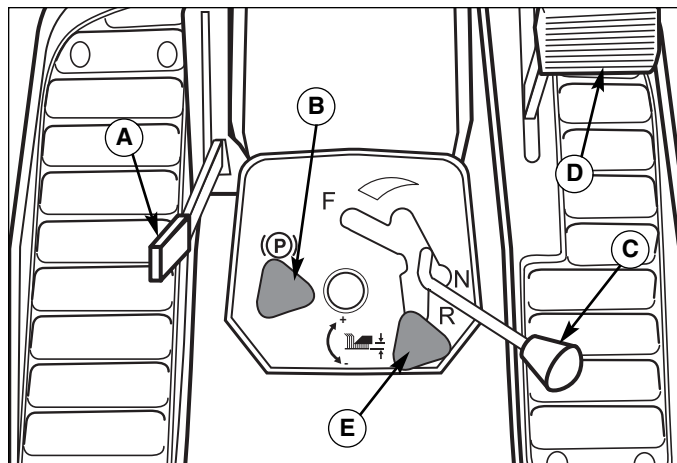

Abb. 4. Bedienelemente
Die Fahrtgeschwindigkeit wird gewählt, indem Sie das Kupplungs-/Bremspedal (D, Abb. 4) lösen und den Steuerhebel (C, Abb. 4) in die entsprechende Geschwindigkeitswahlstellung bringen. Wenn das Gelände uneben, hügelig oder abschüssig ist, den ersten oder zweiten Gang verwenden. Wenn das Gras nass oder mehr als 76 mm (3") hoch ist, die volle Motorgeschwindigkeit (bei niedriger Fahrtgeschwindigkeit) verwenden, damit das Mähwerk die zum Schneiden des Grases erforderliche Leistung hat.
1. Wenn Sie zum Mähen bereit sind, das Mähwerk mit dem Hebel (A, Abb. 4) aus der Transportposition absenken und die Mähhöhe mit dem Dial-A-Cut™-Bedienelement (E, Abb. 4) einstellen.
4. Die Parkbremse lösen, indem Sie das Kupplungs-/Bremspedal drücken und den Knopf (B, Abb. 4) nach unten drücken.
5. Den Fahrtgeschwindigkeits-Steuerhebel (C, Abb. 4) in die gewünschte Richtung und Fahrtgeschwindigkeit stellen, um den Rider in Bewegung zu setzen.
1. Den Fahrtgeschwindigkeits-Steuerhebel (C, Abb. 4) in die NEUTRAL-Position stellen, um allmählich zum Stillstand zu kommen. Zum schnelleren Anhalten wird das Bremspedal gedrückt (D, Abb. 4).
2. Die Parkbremse betätigen, indem das Bremspedal voll gedrückt wird und der Parkbremsenknopf (B, Abb. 4) nach oben gezogen wird.
1. Wenn Sie zum Arbeitsbereich fahren oder diesen verlassen, das Mähwerk mit dem Mähwerkhubhebel (A, Abb. 4) vollständig anheben. Im Arbeitsbereich das Mähwerk mit dem Hubhebel absenken.
2. Zur Einstellung der Mähwerkhöhe das Dial-A-Cut™-Bedienelement (E, Abb. 4) verwenden. Den Mähwerkhubhebel (A, Abb. 4) leicht zurückziehen, um den Hebel zu entlasten, und dann im Uhrzeigersinn drehen, um die Mähwerkschneithöhe zu erhöhen, bzw. gegen den Uhrzeigersinn drehen, um die Schneithöhe zu verringern.